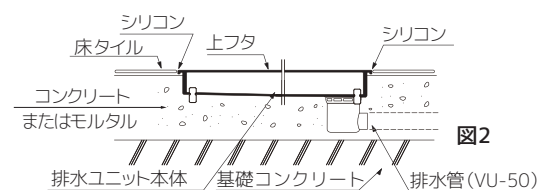

図2
- ①排水ユニットを仮据えし、床仕上げ面の勾配に揃えてください。
- ②排水管の内面に接着剤を塗布し、排水ユニット（トラップ排水口）と排水管を接続してください（図2）。
排水ユニット周囲と仕上げ材の間にある程度のすき間を設けるように床仕上げをおこない、すき間はシリコンでコーキングしてください（図2）。